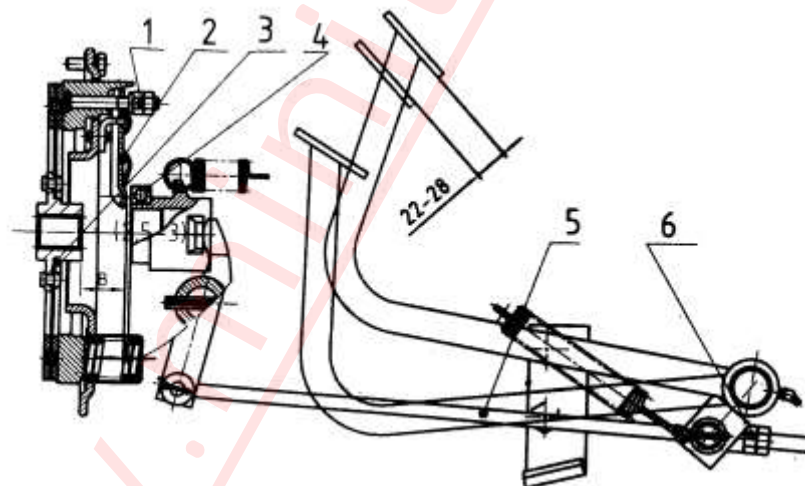

Рис. 4. Механизм сцепления.
- Схема сцепления показана на рис. 4. Оно преимущественно состоит из трех частей: ведущая часть, ведомая часть и контролируемая часть. Ведущая часть вращается с маховым колесом. Ведомая часть может вращаться с двигателем, только когда сцепление зацеплено.